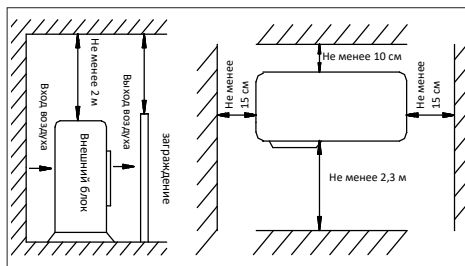

Рис. 2
- Проверьте расстояния для установки, как показано на рис. 2.